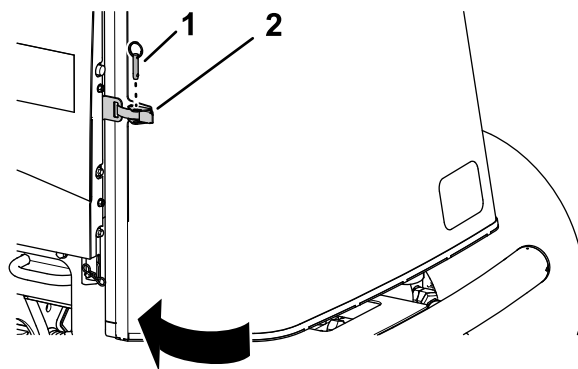

Figure 99
1. Fermez et verrouillez la protection (Figure 99).